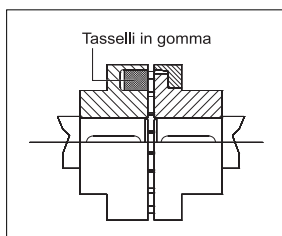

FIG. 34 (Tasselli in gomma)
8.1- Manutenzione ordinaria (FIG. 34)
Supporti	Controllare l'usura (v. FIG. 34) eventualmente sostituire.